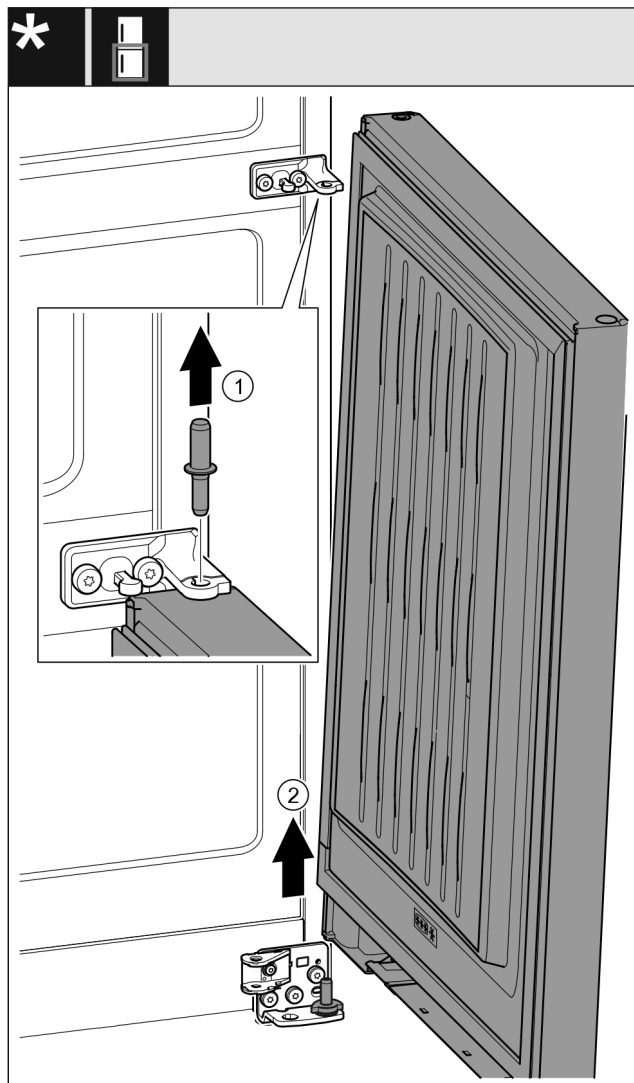

Fig. 23*
- ▶ Húzza ki felfelé a csapszeget. Fig. 23 (1)*
- ▶ Fordítsa ki az ajtót, húzza fel, és tegye félre. Fig. 23 (2)*